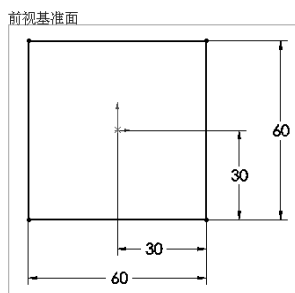

图 3-20 前视基准面上绘制正方形草图
- (3) 在前视基准面上绘制正方形草图，如图 3-20 所示。